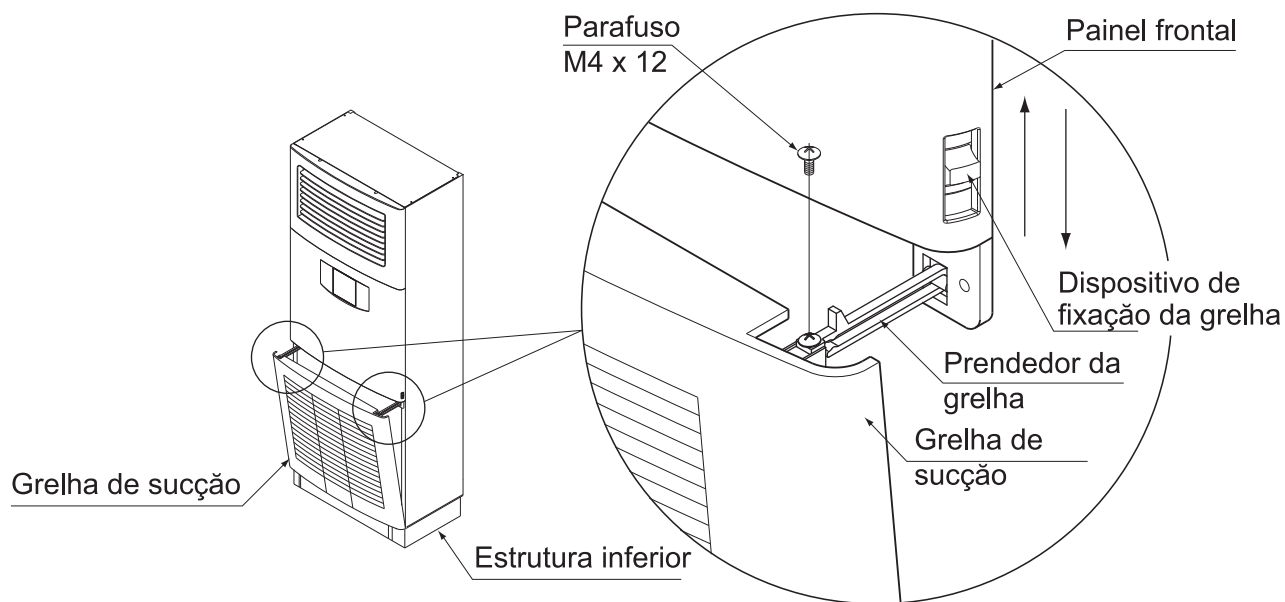

Fig. 41
2. Ajuste o prendedor da grelha (painel frontal) na ranhura da grelha de sucção e trave a grelha na sua posição original com o parafuso. (Consulte a Fig. 41)
3. Verifique se o dispositivo de fixação da grelha está elevado e, em seguida, feche a grelha de sucção. Depois de fechar a grelha, baixe o dispositivo de fixação da grelha. (Consulte a Fig. 41)